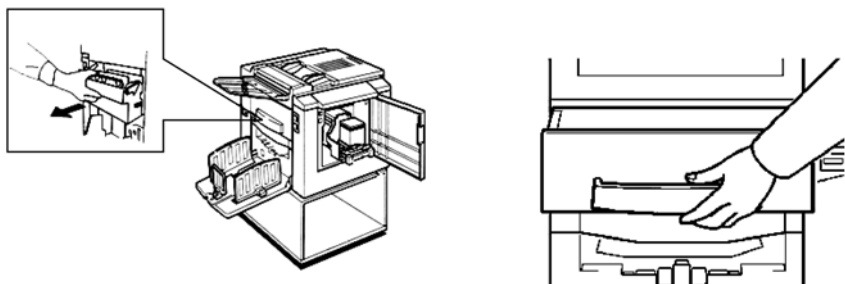

图 5-36 取出版纸排出盒
① 取出版纸排出盒，并取出盒内已用过的版纸，如图 5-36 所示。